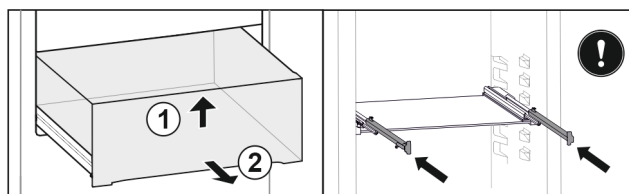

Fig. 27 *
- ▶ Soulever la partie avant du tiroir Fig. 27 (1)*
- ▶ Sortir le tiroir par l'avant Fig. 27 (2)*